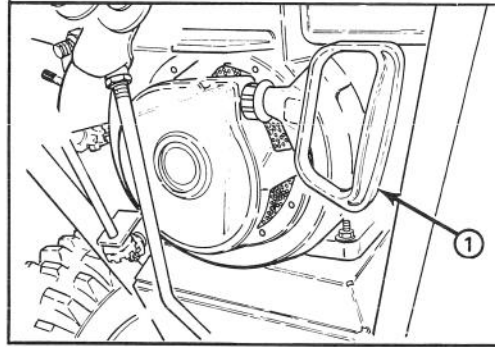

Abbildung 12
4. Langsam 0,62 Liter SAE 5W30 oder SAE 10 Öl in die Einfüllöffnung gießen (Abb. 12). Für den Motor ist ausschließlich hochwertiges HD-Öl der API-Klasse SC, SD, oder SE zu benutzen.
**Griff am Ablenkblech** (Abb. 12)—Der Ablenkblech-Griff sitzt oben am Auswurf und bestimmt die Schneeauswurfhöhe.
**Rücklaufstarter** (Abb. 12)—Der Rücklaufstarter befindet sich hinten am Motor und wird zum Starten des Motors herausgezogen.
6. Den Rücklaufstarter (Abb. 12 ) langsam so lange herausziehen, bis Widerstand spürbar ist; dann den Motor mit einem kräftigen Armzug herumwerfen. Den Startgriff festhalten und das Seil langsam zurückgleiten lassen.